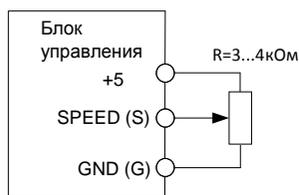

Рис. 6. Регулирование скорости в ручном или угла положения в следящем режиме с использованием внешнего потенциометра
- **В ручном режиме работы A0 (P0=A0)** регулируйте скорость вращения потенциометром SPEED, либо внешним потенциометром, подключенным к входам "+5", "S" и "G" разъема Г (см. рис.1), либо источником аналогового сигнала 0...+5В подключенного согласно рис.6. Включение и выключение осуществляется либо кнопкой START/STOP, либо наличием/отсутствием сигнала на входе ENABLE. При использовании внешнего потенциометра встроенный должен быть выкручен в положение '0'.
- **В следящем режиме работы A1 (P0=A1)** регулируйте угол положения потенциометром SPEED, либо внешним потенциометром, подключенным к входам "+5", "S" и "G" разъема Г (см. рис.1), либо источником аналогового сигнала 0...+5В подключенного согласно рис.6. Включение и выключение осуществляется либо кнопкой START/STOP, либо наличием/отсутствием сигнала на входе ENABLE. При использовании внешнего потенциометра встроенный должен быть выкручен в положение '0'. В этом режиме доступны коэффициенты дробления основного шага ШД от 1/16 до 1/128 (параметр меню блока P3). При дроблении шага 1/16 для двигателя с основным угловым шагом 1,8° максимальный угол перемещения  $\pm 270^\circ$ , при дроблении 1/32 –  $\pm 135^\circ$ , при дроблении 1/64 –  $\pm 67,5^\circ$ , при дроблении 1/128 –  $\pm 33,7^\circ$ . Мгновенная установленная скорость - 600 шагов в секунду.